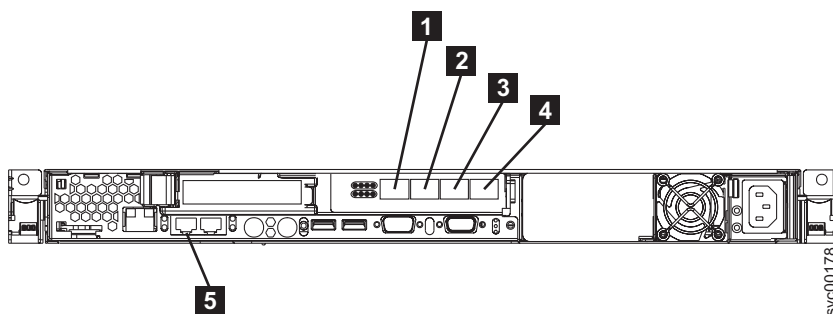
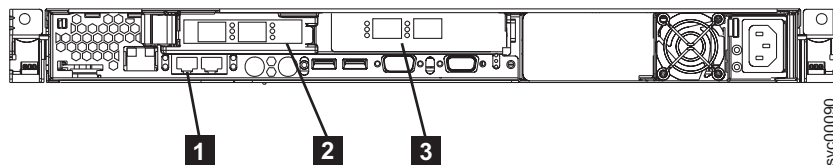

図 82. SAN ボリューム・コントローラー 2145-8F4 の後部にあるコネクタ
図 83. SAN ボリューム・コントローラー 2145-8F2 の後部にあるコネクタ
1. イーサネット・ケーブルを 図 82 または 図 83 のイーサネット・ポート 1 **5** に接続します。